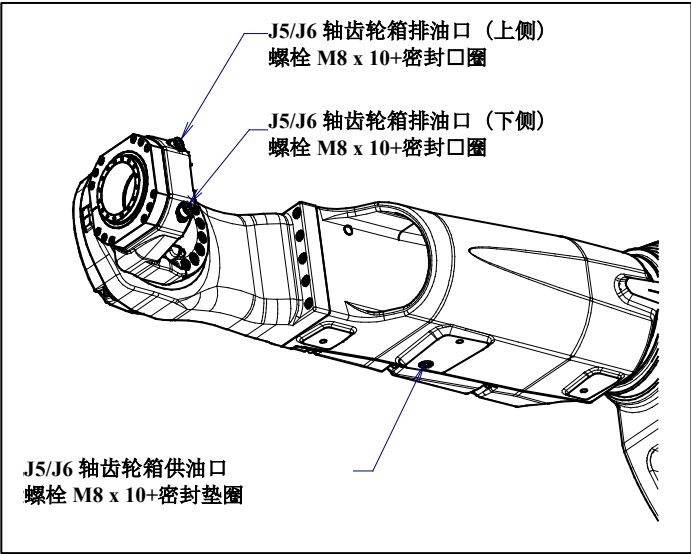

图 7.3.2.6 (a) 供油口和排油口
- 4 取下 2 个排油口的螺栓和密封垫圈。另外，取下供油口的锥形螺塞。（按照图 7.3.2.6 (a)）此时，为了防油的溢出到周围，最后取下供油口的螺栓。）